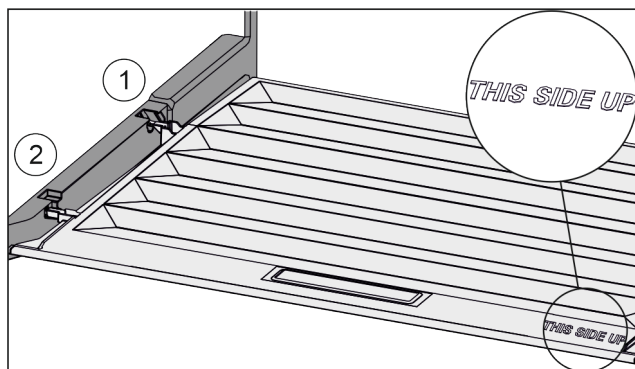

Fig. 117
- ▶ Výstupky víka zaveďte do zadních držáků Fig. 117 (1) a vpředu zaklesněte do držáku Fig. 117 (2).